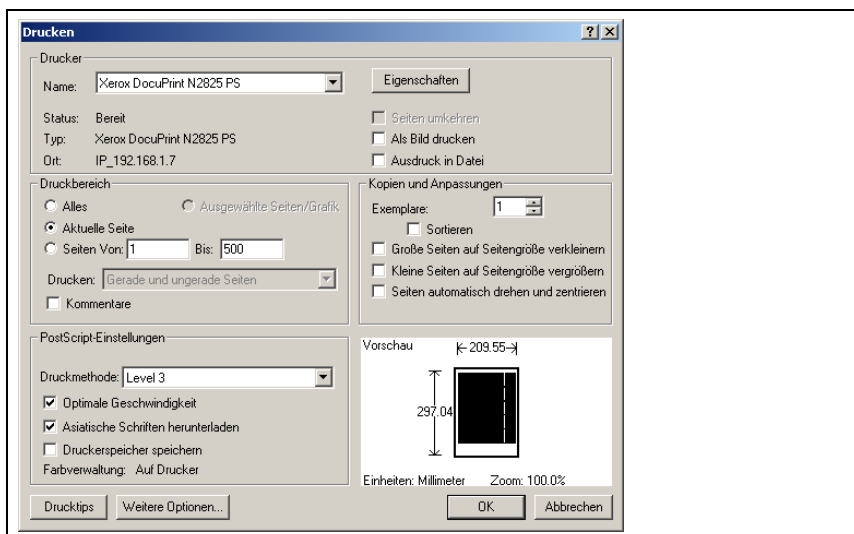

Рис. 6.9: Настройки принтера для ремонтного набора ЛШК
**Рекомендации** по настройке принтера см. на рис. 6.9.